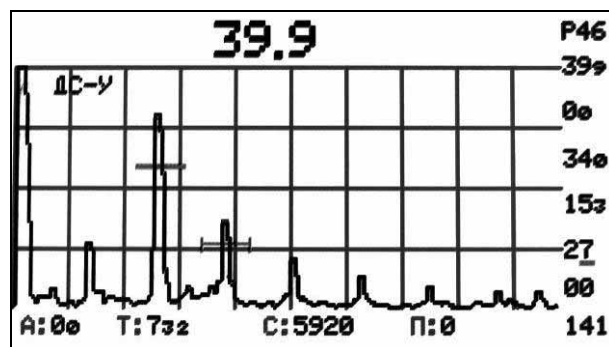

Рисунок 90 - Настройка в режиме «Два строба».
6.4.2.2 При включении режима «ДС-У» на экране появится дополнительный строб, границы которого высвечиваются на краях дополнительными чёткими (см. рисунок 90). Вверху экрана будет отображаться текущее значение толщины (в примере 39,9 мм) определяемое из времени от начала зондирующего импульса до первого сигнала в стробе «ДС». Управление стробом «ДС» такое же, как и обычным стробом.